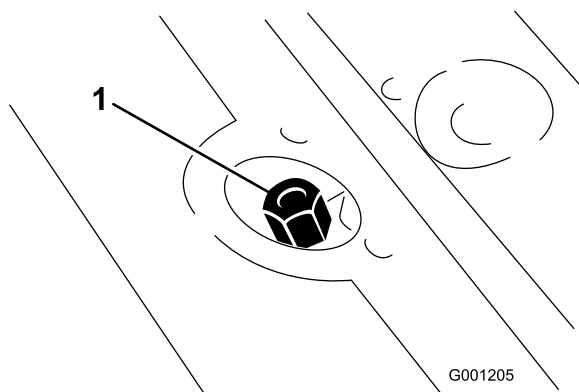

図 25
2. 補給口の首からディップスティック・キャップ (図 25) を抜き、ウェスできれいに拭う。ディップスティックをもう一度首まで差し込んで軽く締めてから抜き取り、オイルの量を点検する。オイル量がディップスティックの溝マークから 13 mm 以内でない場合は、適切な油圧オイルを、溝マークまで補給する。入れすぎないこと。